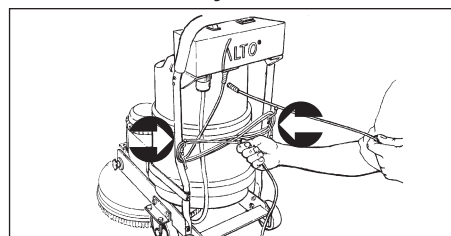

Рисунок 11
9. Сверните шнур вакуумного механизма вокруг зажимов, расположенных на задней стороне рукоятки. Оставьте достаточно шнура, чтобы можно было протянуть его к электрической коробке. Установите переключатель вакуумного механизма в положение "ON" (ВКЛ). Переключатель должен оставаться в положении ВКЛ. (См. ниже рисунок 11)